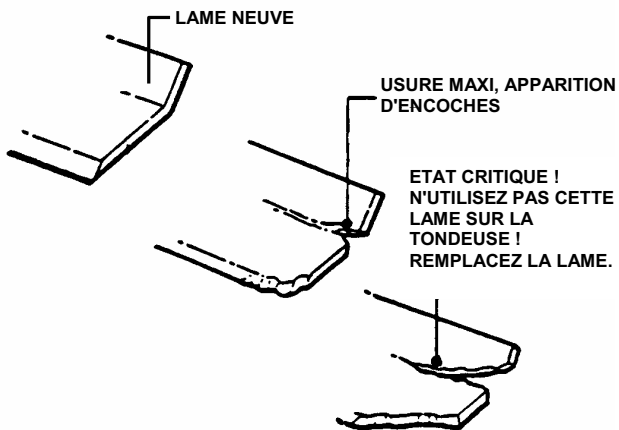

FIGURE 4.1
1. Vérifiez fréquemment l'état de la lame et détectez d'éventuels signes d'usure ou de détérioration. Voir figure 4.1.
2. Remplacez la lame si elle est très ébréchée, tordue, très déséquilibrée ou si elle a des encoches ou des fissures sur l'une ou l'autres des extrémités. Voir figure 4.1 et 4.2.
6. Réinstallez la lame. Voir figure 4.1. Vérifiez le couple de serrage au niveau du boulon de maintien. Nous vous recommandons un couple de serrage compris entre 40 et 55 N.m.